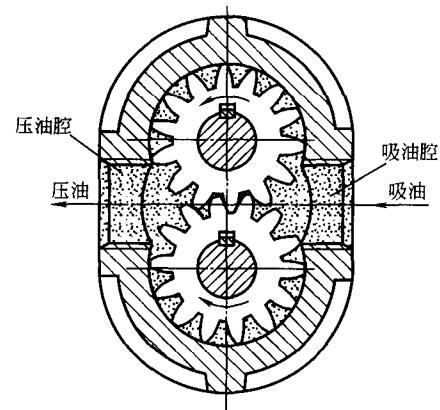

图 1-1-3 外啮合齿轮泵工作原理图
(2) 齿轮泵 齿轮泵分外啮合齿轮泵和内啮合齿轮泵两类。常用的为外啮合齿轮泵。工作原理如图1-1-3所示。泵体内装有一对外啮合齿轮，齿轮两侧面靠端盖密封。泵体、两端盖和齿轮的各个齿间组成密封容积，齿轮副的啮合线把密封容积分成两部分，即吸油腔和压油腔。当齿轮按图示方向回转时，泵的右侧（吸油腔）由于齿轮的轮齿脱开啮合，使密封容积逐渐增大，形成局部真空，油箱中的液压油在大气压力的作用下，经吸油管路被吸入吸油腔内，并充满轮齿间，随着齿轮的回转，吸入到轮齿间的液压油被带到泵的左侧（压油腔）。因左侧的轮齿逐渐啮合，使密封容积逐渐减少，形成压力，输送到压力管路中去。当齿轮泵的齿轮在电动机带动下连续回转时，轮齿脱开啮合的一侧（吸油腔），由于密封容